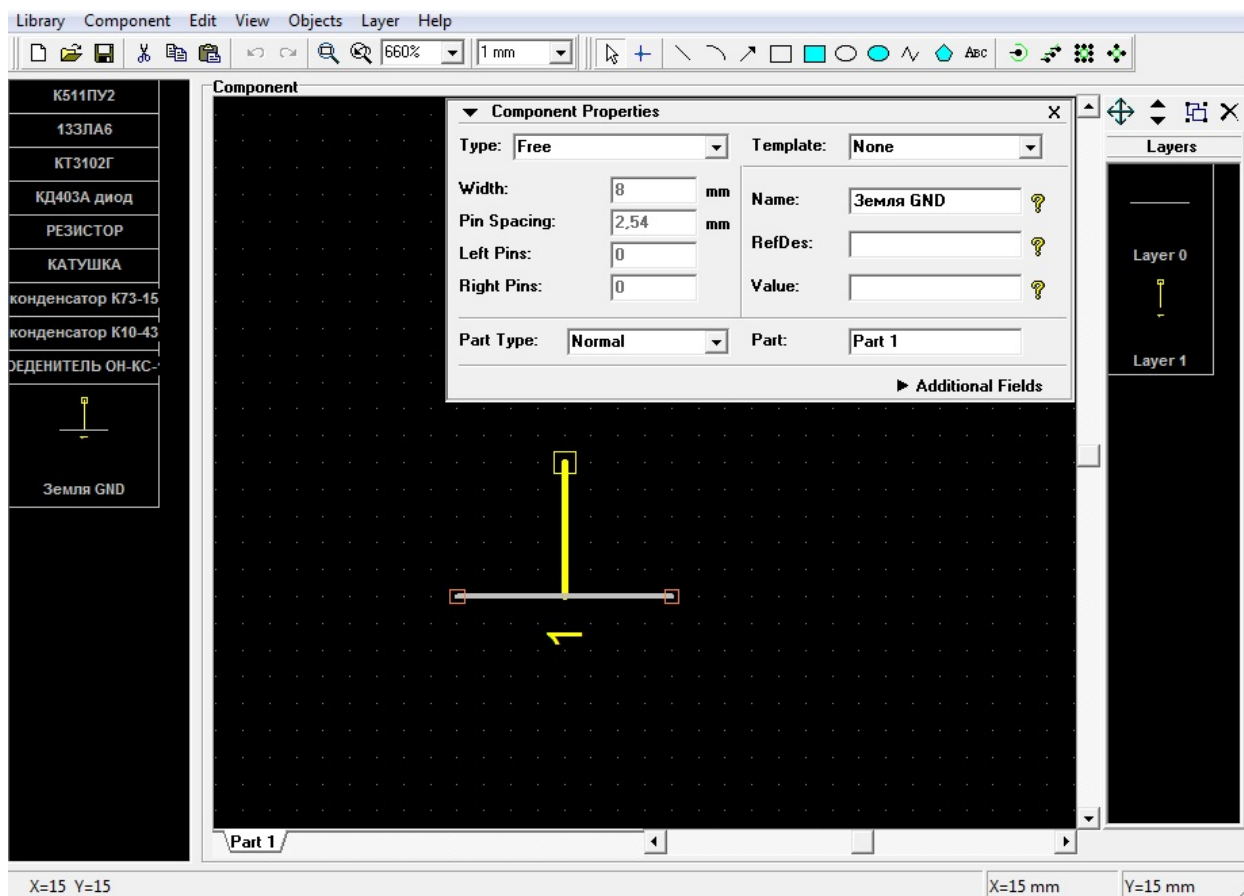

Рис. 1.1.14.
- Записать созданный УГО логического элемента в библиотеку. Для этого в окне Component Properties в поле Name ввести земля GND (рис. 1.1.14.).